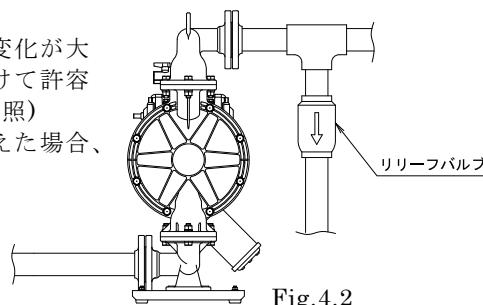

Fig.4.2
- ❗ ・ポンプの設置場所の環境によって移送液材の体積変化が大きい場合は、吐出側にリリーフバルブを取り付けて許容圧力値で開放するようにしてください。(Fig.4.2参照)